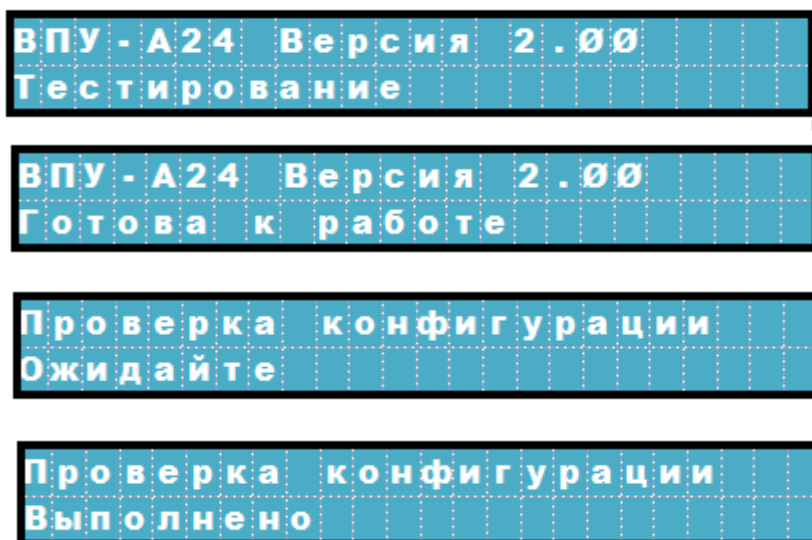

Рис. 13. Вид текстовой индикации в режиме включения
При подаче питания на ВПУ-А24/700(О) последняя перейдет в режим тестирования и проверки конфигурации. На дисплее кратковременно последовательно будет отображаться информация о ходе проверки и готовности ВПУ-А24/700(О) к работе (см. рисунок 13).
За время функционирования ВПУ-A24/700(O) накапливает поступившие сообщения и отображает информацию об их наличии в счетчике сообщений в первой строке дисплея (см. рисунок 13). Для обнуления счетчика сообщений необходимо применить функцию «Сброс состояний».